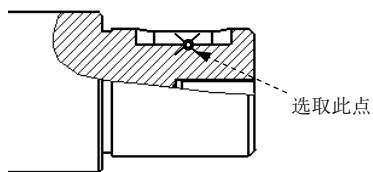

图 3.8.39 选择放大图的中心点
Step3. 在系统  在一现有视图上选择要查看细节的中心点. 的提示下, 在图样的边线上选取一点 (在视图的非边线的地方选取的点, 系统不认可), 此时在选取的点附近出现一个十字线, 如图 3.8.39 所示。